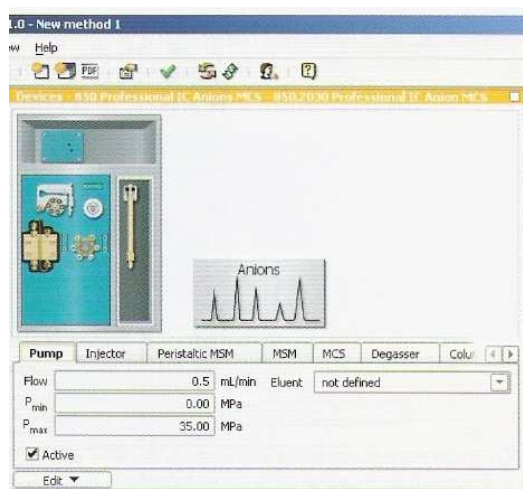

Figura 7.4 – Janela do software Magic Net IC, manual control.
- Clicar no ícone  Abrirá uma janela semelhante à Figura 7.4.